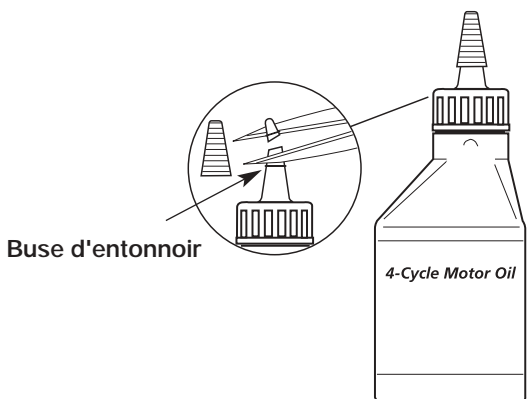

Fig. 5
Votre appareil est livré avec une bouteille d'huile SAE 30 SF, SG, SH de 100 ml (3,4 oz) (Fig. 5).
1. Dévisser le bouchon de la bouteille d'huile et retirez le papier couvrant l'ouverture. Remplacez le bouchon. Coupez la pointe de la buse de l'entonnoir (Fig. 5)